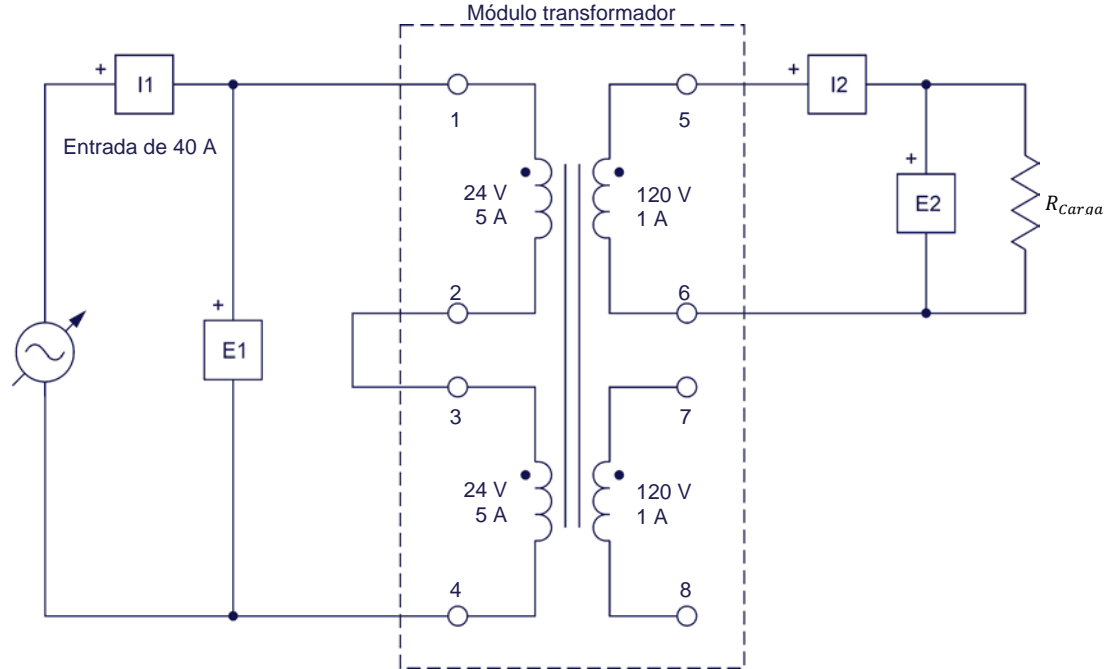

Figura 19. Transformador elevador conectado a una carga resistiva.
25. Conecte el equipo como se muestra en la figura 19.